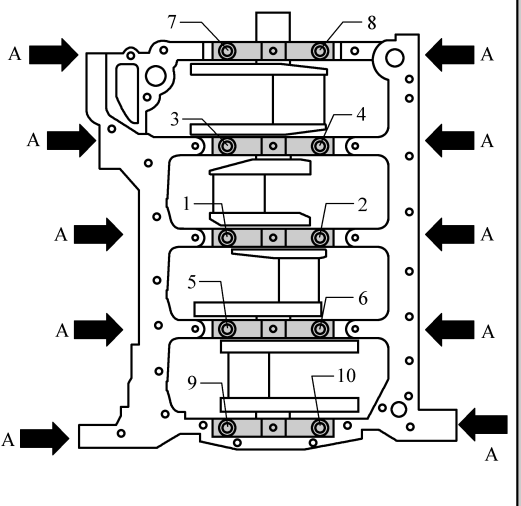

图 1-80 安装主轴承盖
4) 曲轴轴承盖螺栓应由中间向两边交叉、对称按 3、2、4、1、5 的顺序分三次拧紧, 最后紧固力矩为 $65\text{N} \cdot \text{m}$, 达到此力矩后再转 90° , 如图 1-80 所示。轴承盖紧固后, 曲轴转动应平滑自如。